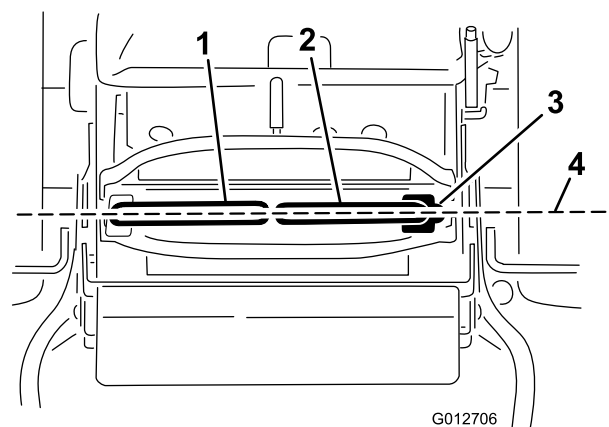

Figure 79
**Important:** Assurez-vous que l'alignement des roues de la machine est correct après avoir réglé les leviers de commande de déplacement. La procédure est identique pour régler l'alignement des roues et aligner les leviers de commande de déplacement longitudinalement (Figure 79).
1. Une fois le réglage horizontal terminé, contrôlez l'alignement avant/arrière en poussant légèrement les leviers de commande vers l'avant pour rattraper le mou de la timonerie des leviers de commande (Figure 79).